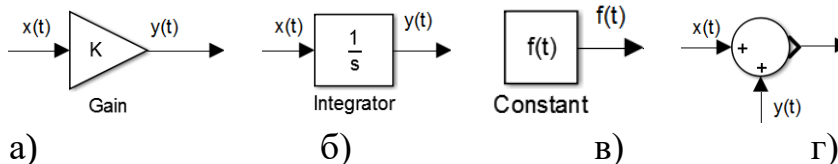

Рис. 1.2. Типовые звенья структурной схемы: а – усилительное звено; б – интегратор; в – источник сигнала; г – сумматор
- 1) усилительное звено (рис. 1.2,а) – звено, для которого в любой момент времени выходная величина $y(t)$ пропорциональна входной величине $u(t)$, то есть $y(t) = ku(t)$, где k – коэффициент усиления звена;
- 2) интегрирующее звено (рис. 1.2,б) – звено, для которого в любой момент времени выходная величина $y(t)$ пропорциональна интегралу по времени входной величины $u(t)$, то есть $y(t) = \int_0^t u(t) dt$;
- 3) источник сигнала (рис. 1.2,в) – это звено, на выходе которого формируется сигнал $f(t)$, изменяющийся во времени по заданному закону;
- 4) сумматор (рис. 1.2,г), осуществляющий суммирование сигналов.